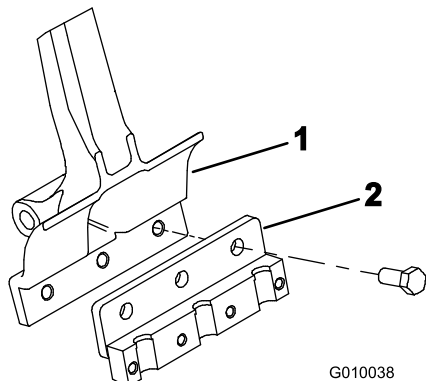

Figura 23
3. Su ciascun braccio delle fustelle montate un portafustelle usando 3 bulloni ($\frac{1}{2}$ " x $1\frac{1}{4}$ ") (Figura 23). Serrate i bulloni a 101,6 N·m.